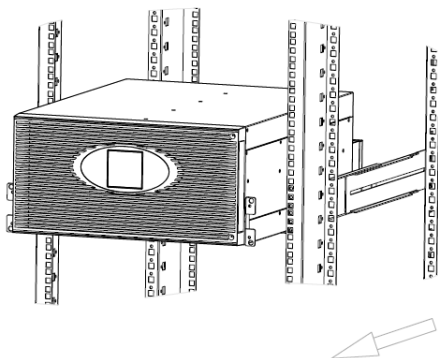

Figura 39: Smontaggio del sistema XANTO S 10000, 3/3
3. Allentare la staffa di montaggio 19" dell'UPS sul lato anteriore del rack ed estrarre l'UPS dal rack (vedi Figura 39).